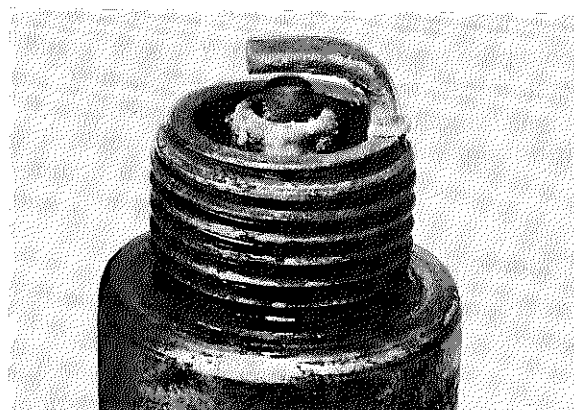

Fig. 6-3-3
3. If the porcelain is burned white and/or the electrodes are partially burned away, replace the plug with a color-type for high speed riding. (Fig. 6-3-3)
3. Si la porcelaine est blanche, et les électrodes légèrement perlées, installer une bougie plus froide, surtout si le propriétaire a l'habitude de conduire vite. (Fig. 6-3-3).
3. Wenn der Isolationskörper weißgebrannt ist und/oder die Elektroden teilweise weggebrannt sind, so ist die Zündkerze durch eine kältere für Fahren mit hohen Geschwindigkeiten zu ersetzen. (Fig. 6-3-3)